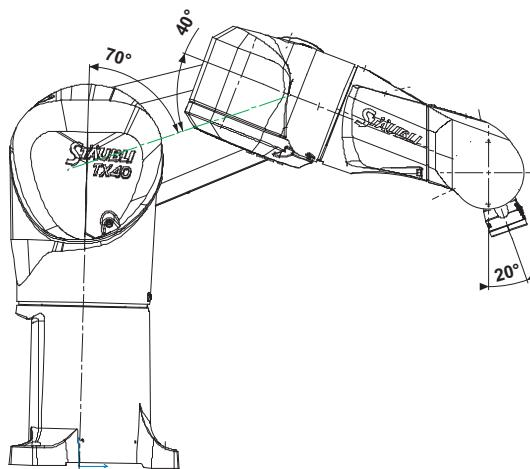

Figura 2.9
(1) En todas las configuraciones y teniendo en cuenta las inercias máximas. Ver cuadro a continuación.
(2) Carga máxima para la que el alargamiento máximo del brazo no puede superar la definida por la figura 2.9.